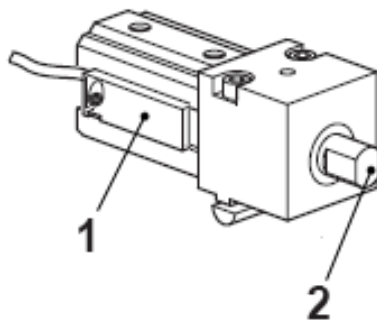

Abb. 28 Magnetschalter Zwischenanschlag
1. Magnetschalter (Abb. 28, 1) in Nut schieben.
2. Zwischenanschlag (Abb. 28, 2) in Wirkposition positionieren.
3. Magnetschalter (Abb. 28, 1) verschieben und Aktivierungsschwelle (LED) suchen.
4. Magnetschalter festziehen (Abb. 28, 1).